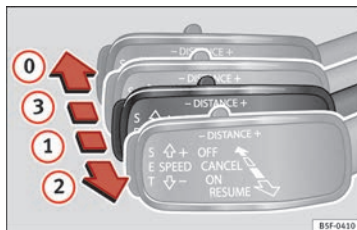

Bild 202 Till vänster om rattstängsen: Tredje spaken för användning av den adaptiva farthållaren
ACC kan aktiveras igen genom att spaken förs till läget ② » bild 202.